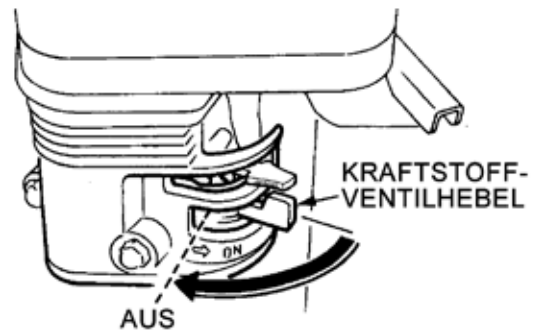

Abbildung 35. Kraftstoffventilhebel (AUS)
4. Schließen Sie das Kraftstoffventil (Abbildung 35), indem Sie den Kraftstoffventilhebel in die Stellung "AUS" bringen.